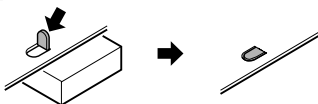

figura 8
Este aparelho é concebido para instalação fixa no painel de instrumentos. Se o veículo estiver equipado com rádio instalado na fábrica, instale a unidade principal com as peças e os parafusos marcados (*). (Figura 8) Se o veículo não estiver equipado com rádio instalado na fábrica, adquira um jogo de instalação para instalar a unidade principal conforme as seguintes instruções.
2. Fixe os suportes de montagem ao chassis como indica a figura 8. Existem furos previamente abertos para veículos TOYOTA e NISSAN; modificações nos suportes de montagem, como a abertura de novos furos, podem ser necessárias para outros modelos.